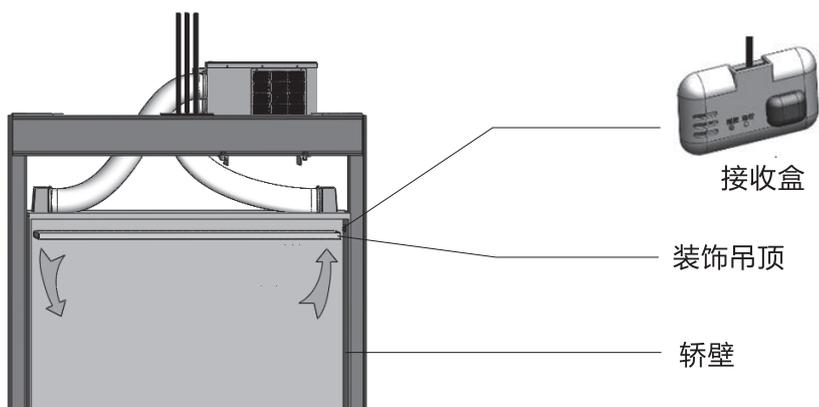

图8
① 建议将遥控接收盒粘贴在回风口侧的轿壁与装饰吊顶间的缝隙内，如图8所示，注意遥控接收盒不可直接被冷风吹到。
② 粘贴之前要先将轿壁上接收盒放置位置用酒精擦干净，等被擦位置干后将接收盒背面双面胶保护纸撕掉并粘贴上。